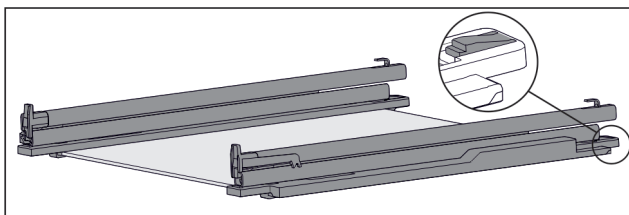

Fig. 99 Glasplaat met rails en vasthouddelen
- ▶ Vasthoudddeel achter omlaag duwen (zie Fig. 99) en tegelijk rails naar achteren schuiven.